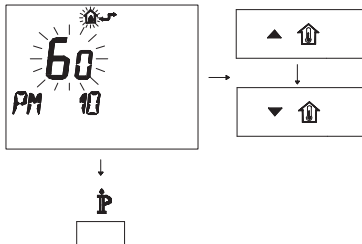

Figura 5.47
- Per modificare il SET programmato agire sui pulsanti ▲🏠 o ▼🏠 e aspettare che il numero programmato cominci a lampeggiare (Figura 5.47).